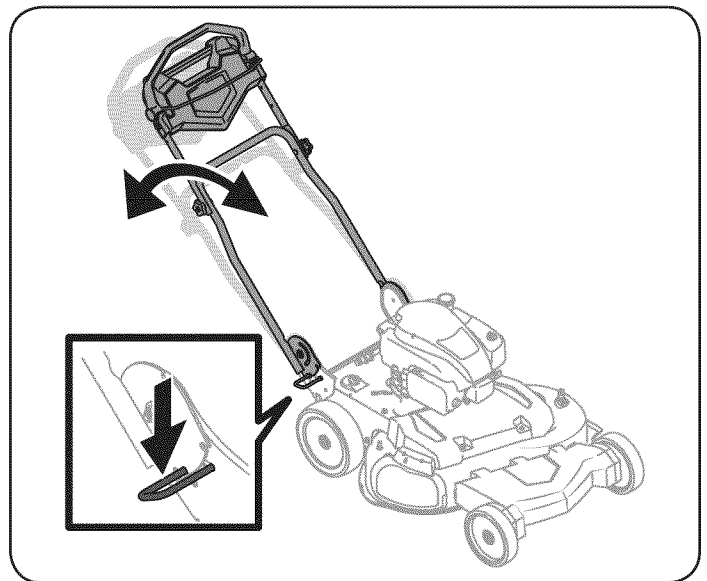

Figura 3
3. La altura de la manija se puede ajustar en una de dos posiciones. Oprima con el pie la palanca de ajuste de la manija y ubique la manija en la posición de funcionamiento que le resulte más cómoda. Vea la Figura 3.